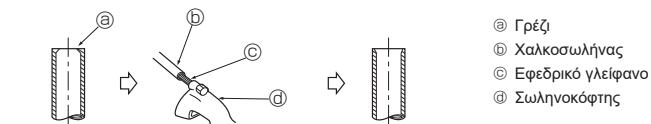

Fig. 5-3
5.3.2. Αφαίρεση γρεζιών (Fig. 5-3)